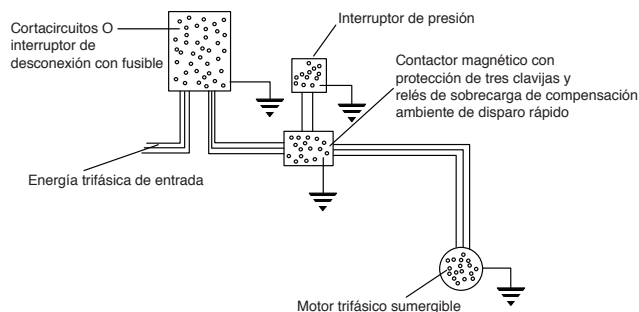

Figura 4
9. Una bomba trifásica de tres cables no requiere una caja de control del motor. La figura 4 muestra un diagrama de cableado típico para una instalación trifásica de tres cables. Se debe usar un contactor magnético con protección de tres clavijas y relés de sobrecarga de compensación ambiente de disparo rápido.